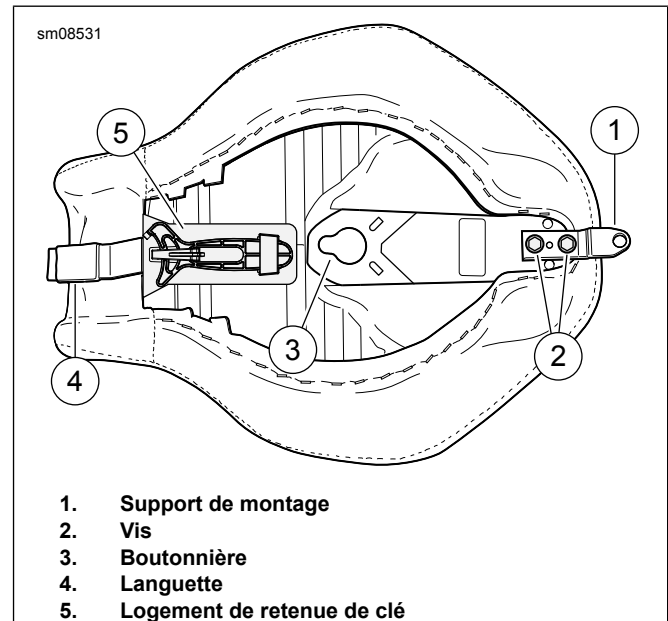

Figure 1. Support, vis, boutonnière et languette
1. Voir Figure 1. Déposer les deux vis (2) attachant le support de selle arrière (1). Déposer le support. Jeter le support. Pour 52400125 : Garder les vis pour la pose sur le siège du passager. Pour 52400127 : Jeter les vis.